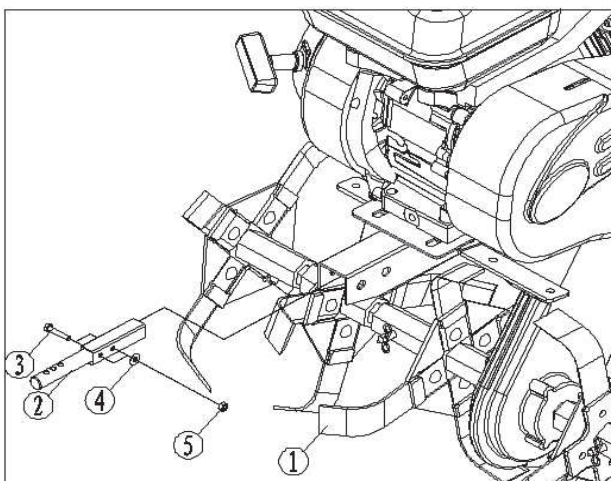

РИС.7
Вставьте переднюю балку ② в переднюю часть собранного культиватора ①, как показано на рис. 7 и зафиксируйте балку к корпусу машины с помощью шестигранных болтов M10 * 55 ③ x 2 , \varnothing 10 плоских шайб ④ x 2 и M10 шестигранных гаек ⑤ x 4.